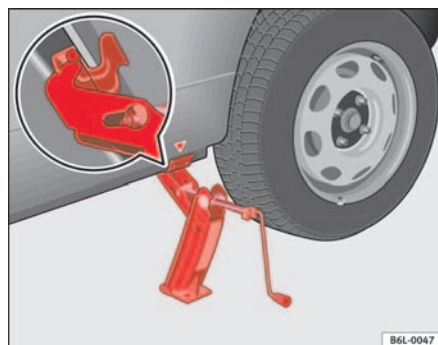

Fig. 135 Mise en place du cric
- Positionnez le cric de sorte que son crochet entoure le nerf du longeron inférieur et que la plaque mobile de sa base soit appuyée bien à plat sur le sol ⇒ fig. 135.